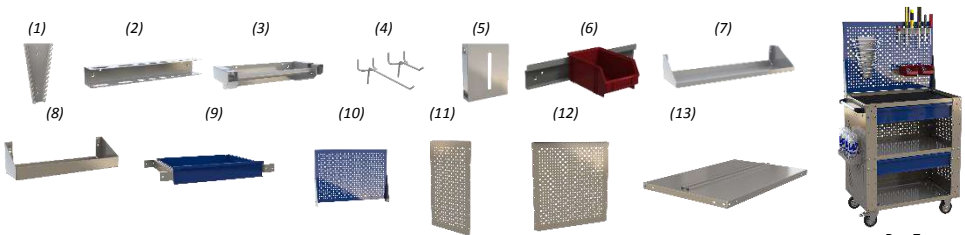

Рис.7
- 10.1. Для данного изделия Покупатель может приобрести аксессуары и комплектующие: экран, ящики выдвижные, боковые и заднюю стенки, полки, навесные аксессуары (рис.7).